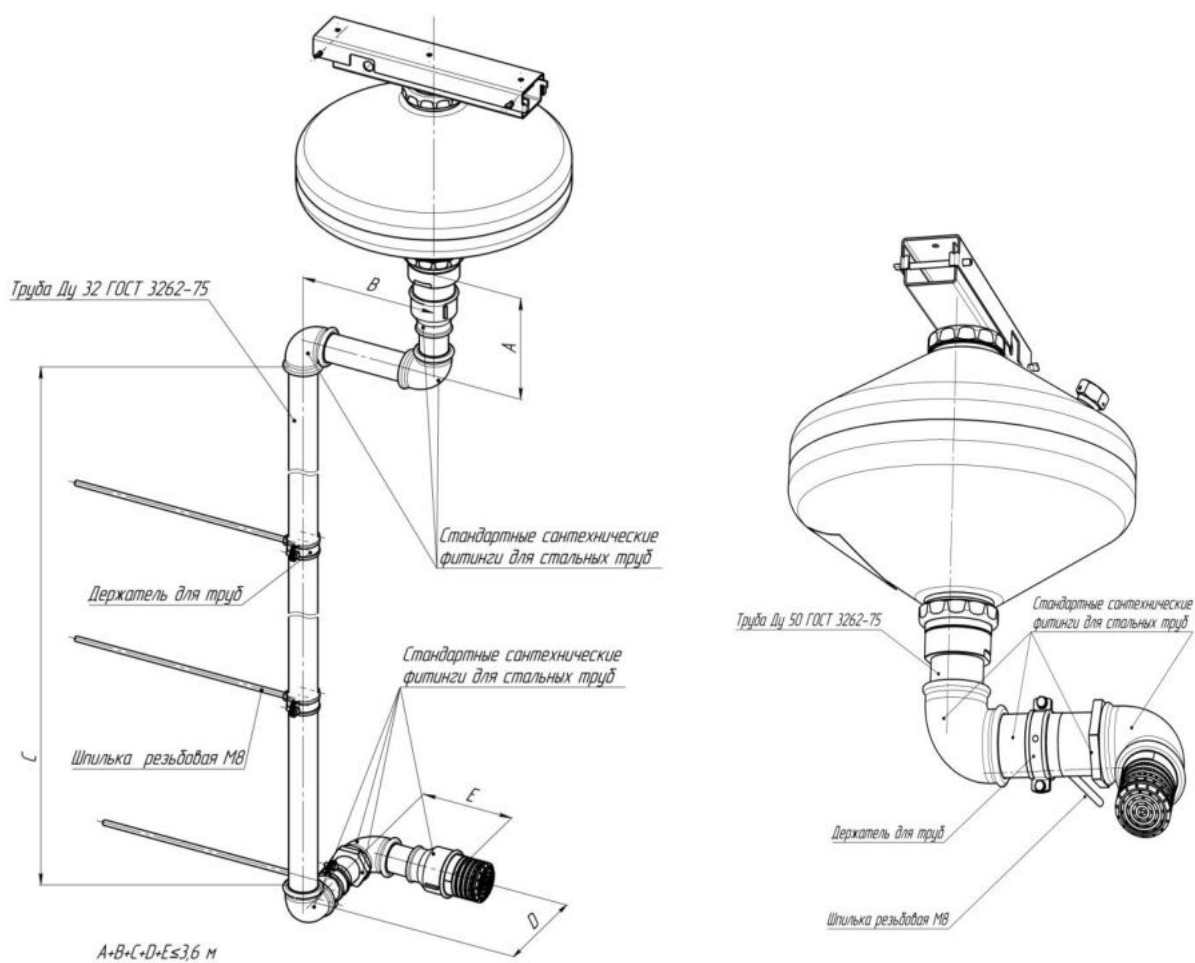

Рис.3 Общий вид модуля с удлиненным трубопроводом.
**3.5. Допускается насадок - распылитель ТРВ - 85, ТРВ - 60, ТРВ - 60Вр, ТРВ - 180 присоединять к модулю с помощью трубопровода длиной не более 1,5 метра - (Ду 50), не более 2,3 метра - (Ду 40) не более 3,6 метров - (Ду 32) для решения задач размещения модулей в помещениях с конструктивными особенностями потолочных конструкций, наличием фальшпотолков, затенений и пр. ( СТО 96450512 - 002 - 2016 Приложение Р). Типовые разводки для указанных диаметров трубопроводов с учетом максимальной допустимой длины представлены на рис.3.**